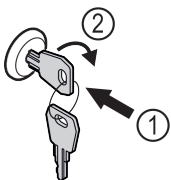

Fig. 91
- ▶ Įspauskite raktą Fig. 91 (1).
- ▶ Pasukite raktą 90° pagal laikrodžio rodyklę Fig. 91 (2).